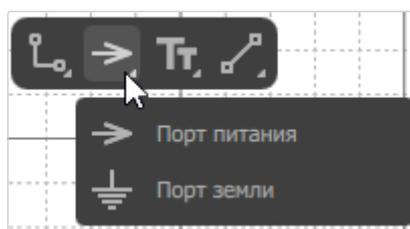

Рисунок 34. Инструменты «Порт питания» и «Порт земли» на панели инструментов
- 2) В раскрывшемся списке выбрать инструмент «Порт питания» или «Порт земли» (см. рисунок 34).